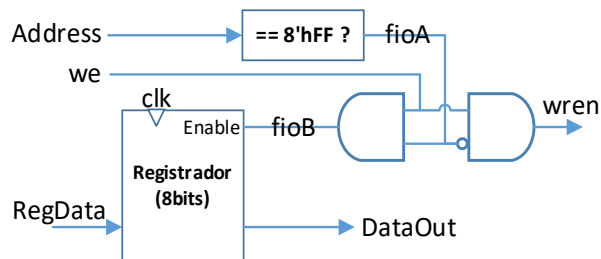

Figura 2 – Saída paralela mapeada no endereço 8'hFF da memória
- Ao armazenar o conteúdo de algum registrador **\$X** no endereço 8'hFF da memória de dados, **SW \$X, FF(\$0)**, o bloco **ParallelOUT** redirecionará o conteúdo de **\$X** para a saída paralela **w_DataOut**. A especificação lógica do circuito de saída está ilustrada na Figura 2